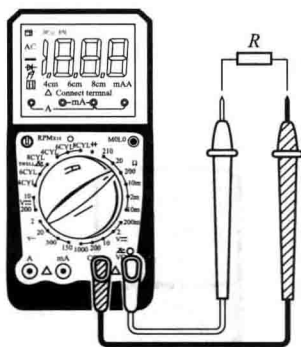

图 1-10 电阻测量
- (1) 应先把电路的电源关断, 以免引起读数抖动。
- (2) 根据电阻的大小选择适当的电阻测量量程, 如图 1-10 所示。
- (3) 将红表笔的一端插入“V/Ω”插孔中。
- (4) 红、黑两表笔分别接触电阻两端, 观察读数即可。